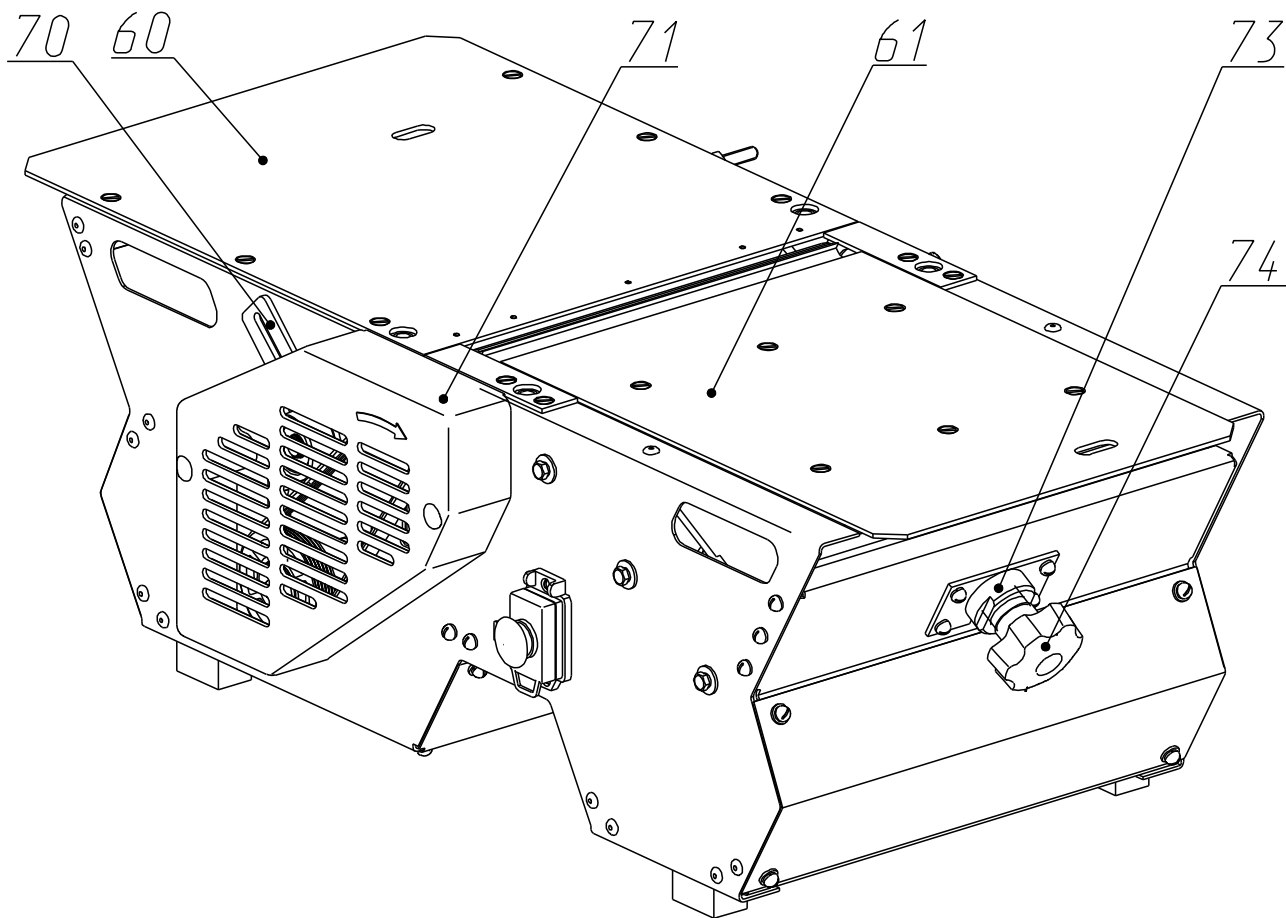

Рисунок 2
- включать машину со снятым кожухом ременной передачи **71** (см. рисунок 2);
Рисунок 2а
На выходном конце вала электродвигателя на шпонке установлен ведущий шкив **81**. Передача крутящего момента ножевому барабану **62** осуществляется при помощи поликлинового ремня **83**. Натяжение ремня осуществляется при помощи натяжного ролика **70** (**рисунок 2, 2а**).